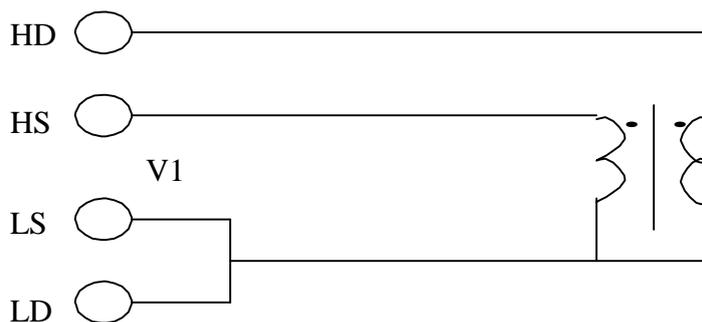

图3-9 互感量的测量
**互感量的测量。**将变压器如图3-9 连接，可直接测量互感量，测量时注意同名端的连接。